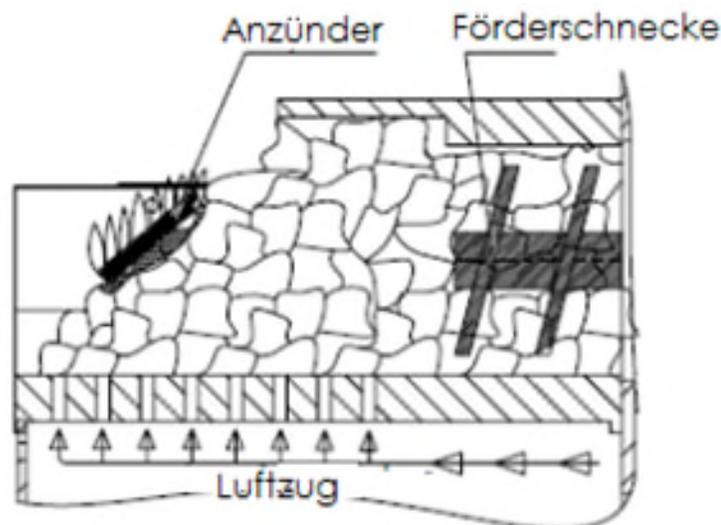

Abb. 17 Anzünden
c) Bevor der Vorratsbehälter mit Stein- oder Holzkohle befüllt wird, muss der Abstreifer demontiert werden (Abb. 17), zu diesem Zweck müssen: die Revisionsklappe (2 Abb. 17) unterhalb des Brennstoffbehälters abgenommen und anschließend die Befestigungsmuttern (3) des Biobrennstoff-Abstreifers (5) gelöst werden.